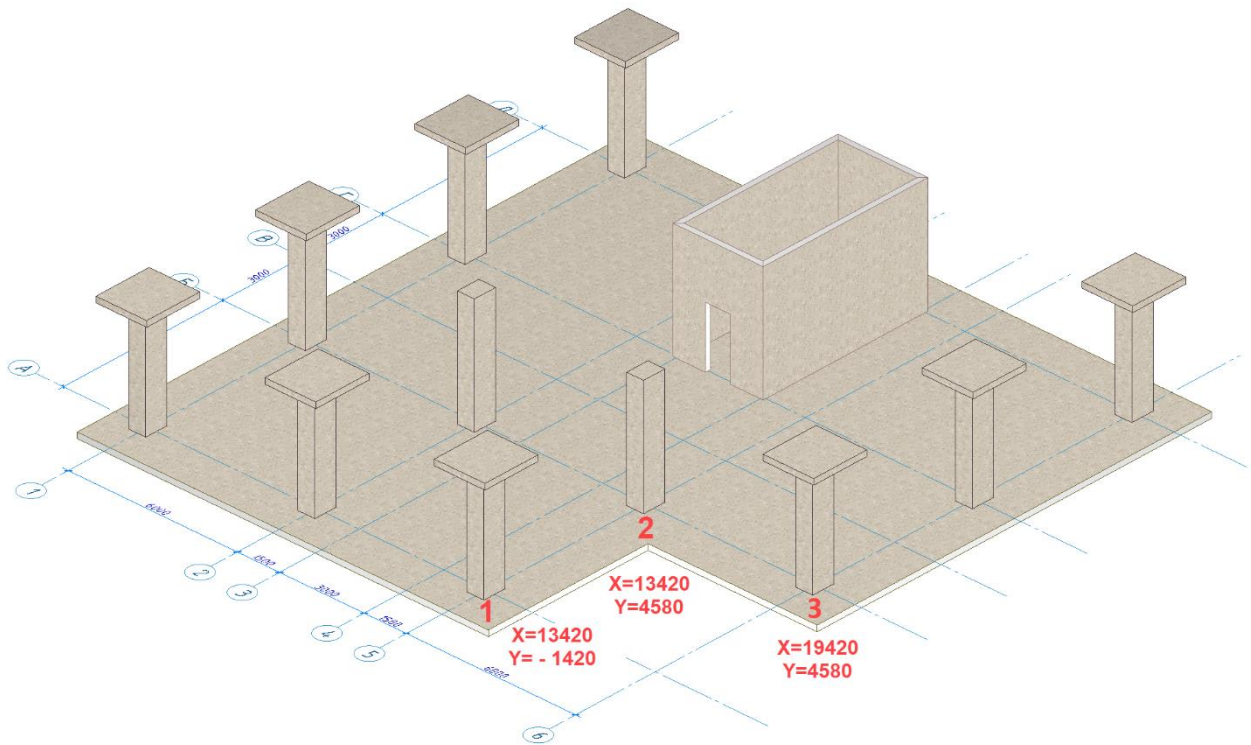

Рис. 23.10. Контур плити після коригування
- Між створеною вершиною 1 і правим кутом плити вставте вершину 2 з координатами (**X=13420, Y=4580**) (рис. 23.10).